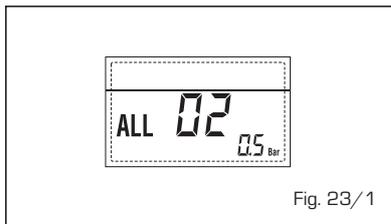

Fig. 23/1
**- ANOMALÍA ALTA PRESIÓN AGUA "ALL 03" (fig. 23/2)**